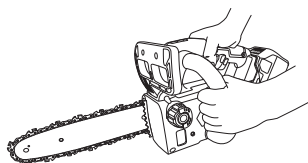

图 3
- 紧紧抓住，用拇指和其他手指紧紧握住电链锯手柄，双手放在锯上，身体和手臂的位置要让人能够抵抗反冲力。(图3)如果采取了妥善的预防措施，操作员是可以控制反冲力的。请勿松开电链锯。